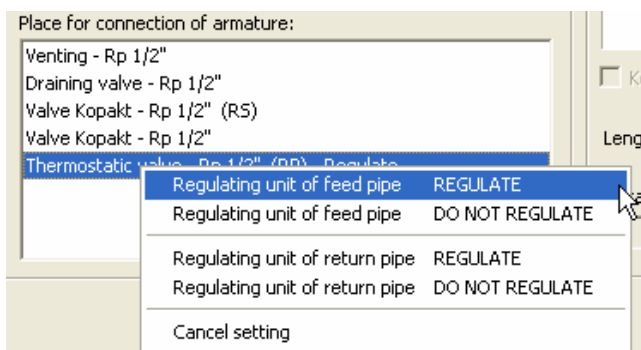

Рис. 3.2-22 Выбор установки регуляционного клапана
7. Если щелкнете в тот момент кнопку ОК для окончания задания присоединения VT/ОП, программа вас предупредит, что необходимо определить, на каком месте для присоединения арматуры для отопительного прибора присоединен регуляционный элемент для регуляции впускного трубопровода, или же обратного. Отопительный прибор должен иметь определенный минимально один регуляционный элемент. (Для этого необходимо, чтобы минимально на 1 месте прибора был установлен регуляционный клапан). Значит, выделите левой кнопкой мыши термостатический клапан - Rp 1/2", щелкните правую кнопку мыши, появится шторка и в ней щелкните на *Regulating unit of feed pipe - REGULATE/Регуляционный элемент впуска – РЕГУЛИРОВАТЬ*. (Рис. 3.2-22)